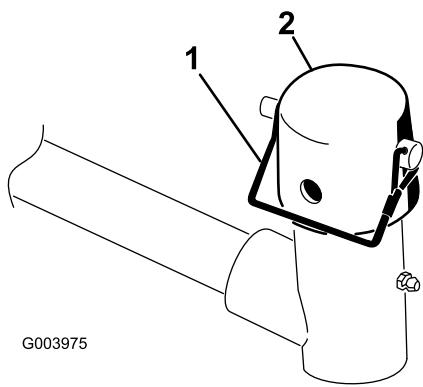

Bild 9
7. Nehmen Sie den Einraststift und die Kappe vom Gelenkjoch des Hubarms ab (Bild 9).
5. Befestigen Sie die Kappe und die Trägerrahmenwelle mit dem Einraststift am Hubarmjoch (Bild 9).